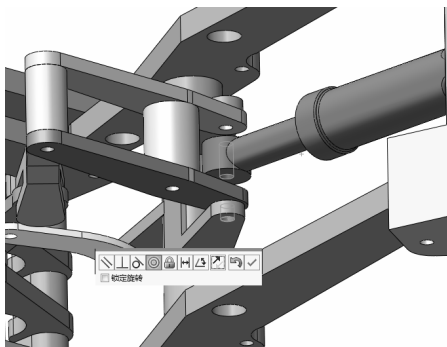

图 13-116 “同轴心”关系 10
17) 添加装配关系。选择菜单栏中的“插入”→“配合”命令，或单击“装配体”控制面板中的（配合）按钮，系统弹出“配合”属性管理器，如图 13-114 所示。选择图 13-115 所示的配合面，在“配合”属性管理器中单击（同轴心）按钮，添加“同轴心”关系，单击（确定）按钮。选择图 13-116 所示的配合面，在“配合”属性管理器中单击（同轴心）按钮，添加“同轴心”关系，单击（确定）按钮。